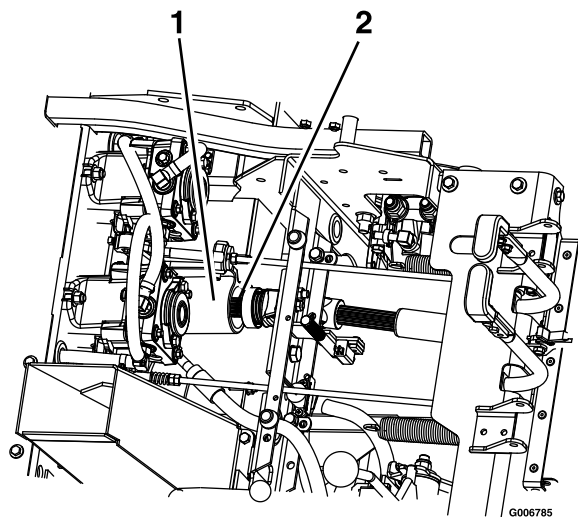

Bild 81
9. Entriegeln Sie den Sitz und schließen Sie die Antriebswelle mit der Schnellkupplung an der Zwischenwelle ab (**Bild 81**). Siehe **Entriegeln des Sitzes (Seite 19)**.
5. Befestigen Sie die Antriebswelle an der Zwischenwelle (**Bild 81**).